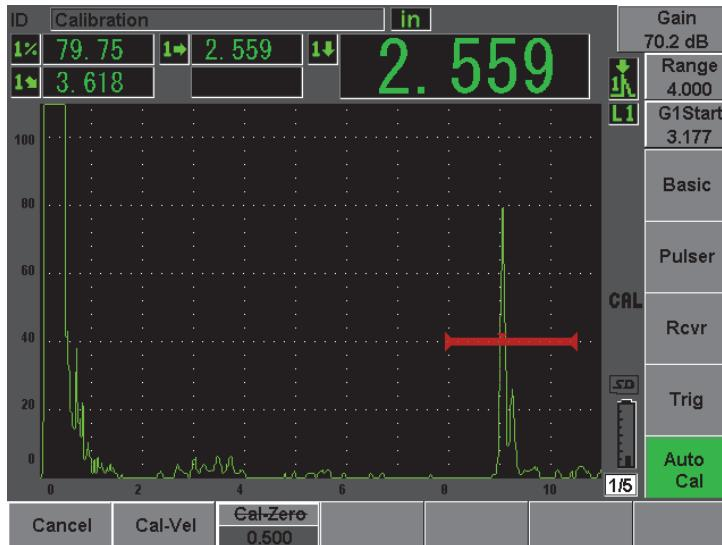

Рис. 10-28 Пример стробированного сигнала для калибровки скорости
7. Введите известное значение глубины для сигнала в стробе (в примере 12,5 мм или 0,500 дюйма) и нажмите **Continue**, чтобы перейти к следующему этапу калибровки (см. Рис. 10-28 на стр. 196).